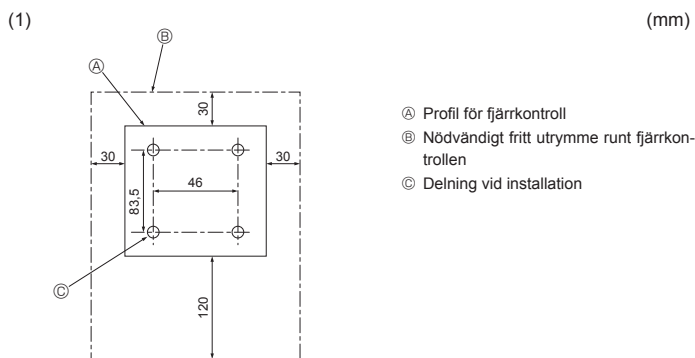

Fig. 6-2
6.2. Fjärrkontroll (Fig. 6-2)
(1) Välj installationsplats för fjärrkontrollen. (Fig. 6-2)